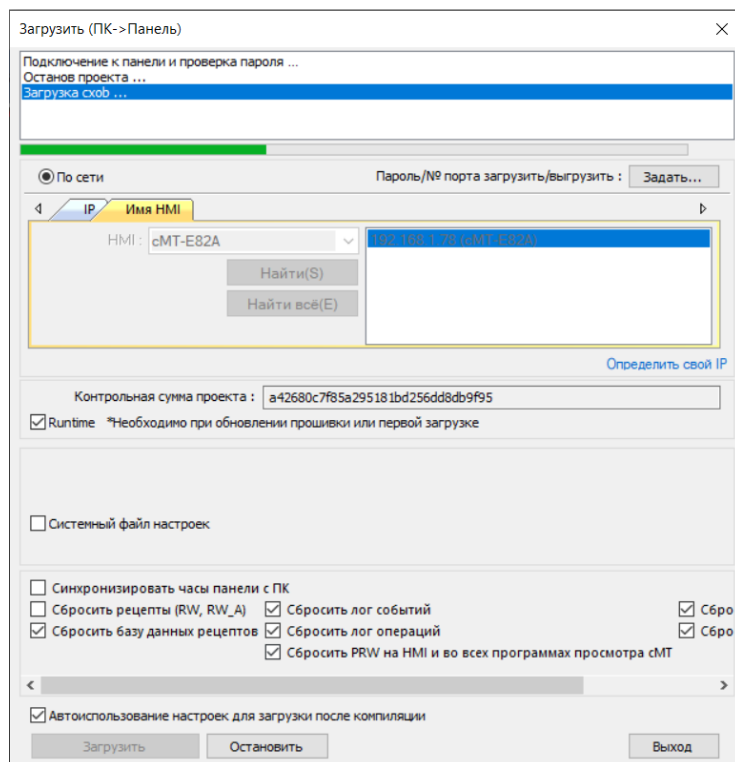

Рисунок 4.23 – Процесс загрузки прикладного ПО в панель оператора
5. После нажатия кнопки «Загрузить», начнется процесс загрузки прикладного ПО в панель оператора (рисунок 4.23).